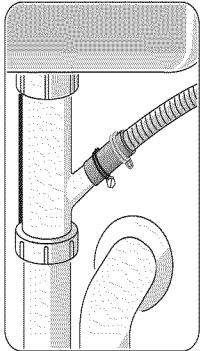
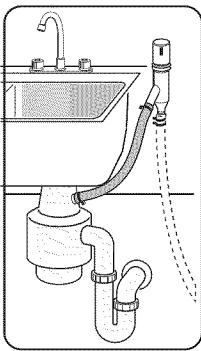

Figure 22
Figure 23
- 1) Directly to the undersink dishwasher drain connection, as shown in Figure 22.
- 2) Directly to a disposer dishwasher drain connection, as shown in Figure 23.
If the dishwasher drain hose is connected directly to either an undersink dishwasher drain connection, as shown in Figure 22, or to a disposer dishwasher drain connection, as shown in Figure 23, form a curve in the dishwasher drain hose and secure a portion of the curve at least 20" (508mm) above the cabinet floor.
- 1) Directement sous la connexion de vidange de l'évier, figure 22.
- 2) Directement sur la connexion de vidange d'un broyeur, figure 23.
Si le tuyau de vidange du lave-vaisselle est branché directement une connexion de vidange sous l'évier, figure 22, ou sur la connexion de vidange d'un broyeur, figure 23, former une courbe dans le tuyau de vidange du lave-vaisselle et maintenir une portion de la courbe à au moins 20 po (508 mm) au-dessus du plancher de l'armoire.
- 1) Directamente a la conexión de evacuación debajo del fregador, como muestra la Ilustración 22.
- 2) Directamente a la conexión de evacuación para lavadoras de platos en un eliminador de basura, como muestra la Ilustración 23.
Si la manguera de desagüe de la lavadora se conecta directamente ya sea a una conexión de evacuación para lavadoras de platos debajo del fregador, como muestra la Ilustración 22, o de otro modo a la conexión para lavadoras de platos de un eliminador de basura, como muestra la Ilustración 23, dele forma curva a la manguera de desagüe de la lavadora y sujetela una sección de la curva separada del piso del gabinete por un mínimo de 20" (51 cm).